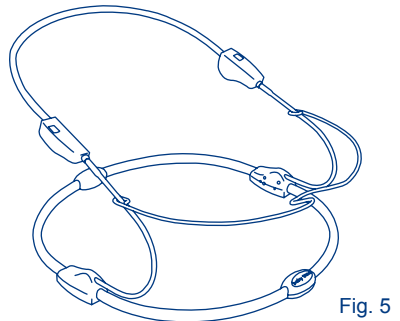

Fig. 5
- 5) • The bouncer frame assembly is complete. (Fig. 5)
- El montaje del armazón del rebotador está completo. (Fig. 5)
- L'assemblage du cadre de la sauteuse est terminé. (Fig. 5)